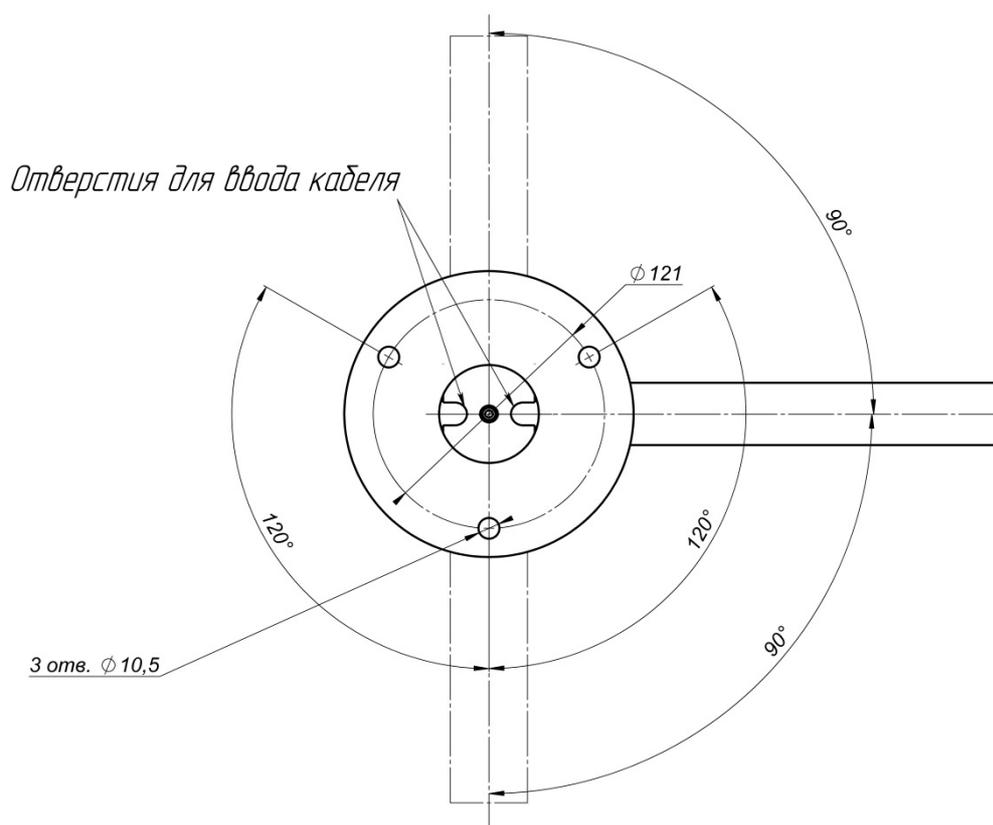

Рис. 4. Установочные размеры
7.2.5. Подготовьте штробу для прокладки кабеля. Подводка кабеля осуществляется через отверстия, показанные на рис. 4 в нижней части основания калитки.
7.2.6. Установите стойку калитки на подготовленную площадку (рис. 4).